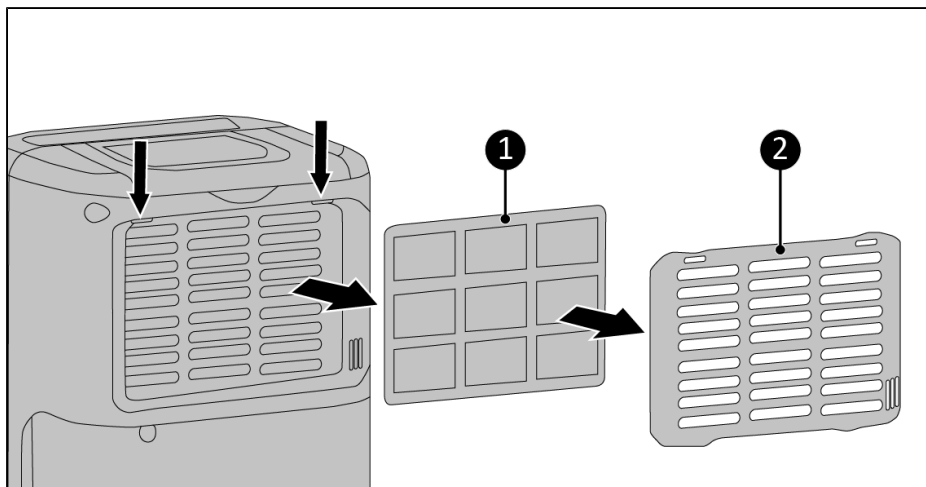

Figure 38.
2. Retirez la grille (Figure 38, pos. 2).
3. Retirez le support de filtre (Figure 38, pos. 1).